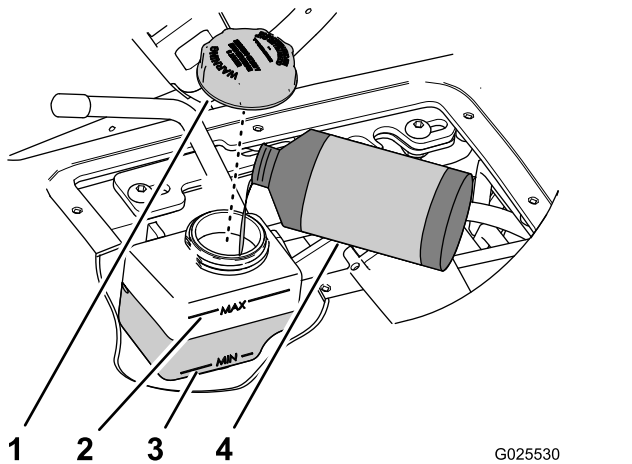

Figura 61
- Compruebe el nivel de fluido del depósito del cilindro de control de la velocidad (Figura 61).
- Limpie la zona alrededor del tapón del depósito (Figura 61).
- Retire el tapón del depósito (Figura 61).
- Añada fluido del tipo especificado hasta que el nivel llegue a un punto intermedio entre las marcas Min y Max del lado del depósito (Figura 61).
- Instale el tapón y apriétalo a mano (Figura 61).